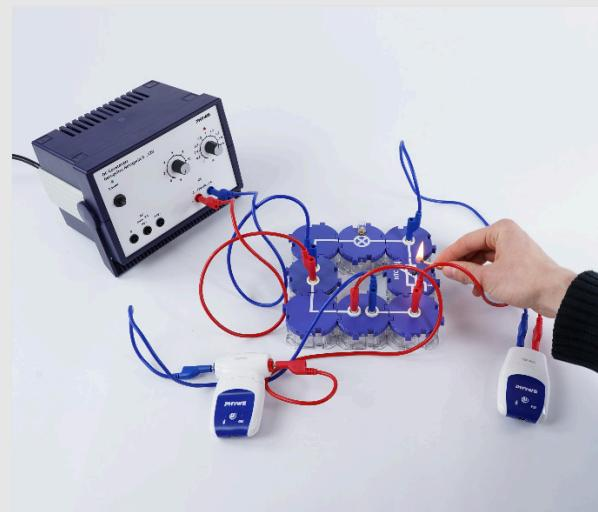

Abb. 5
- Erwärmte den NTC-Widerstand mit einer Streichholzflamme wie im Abb. 5.